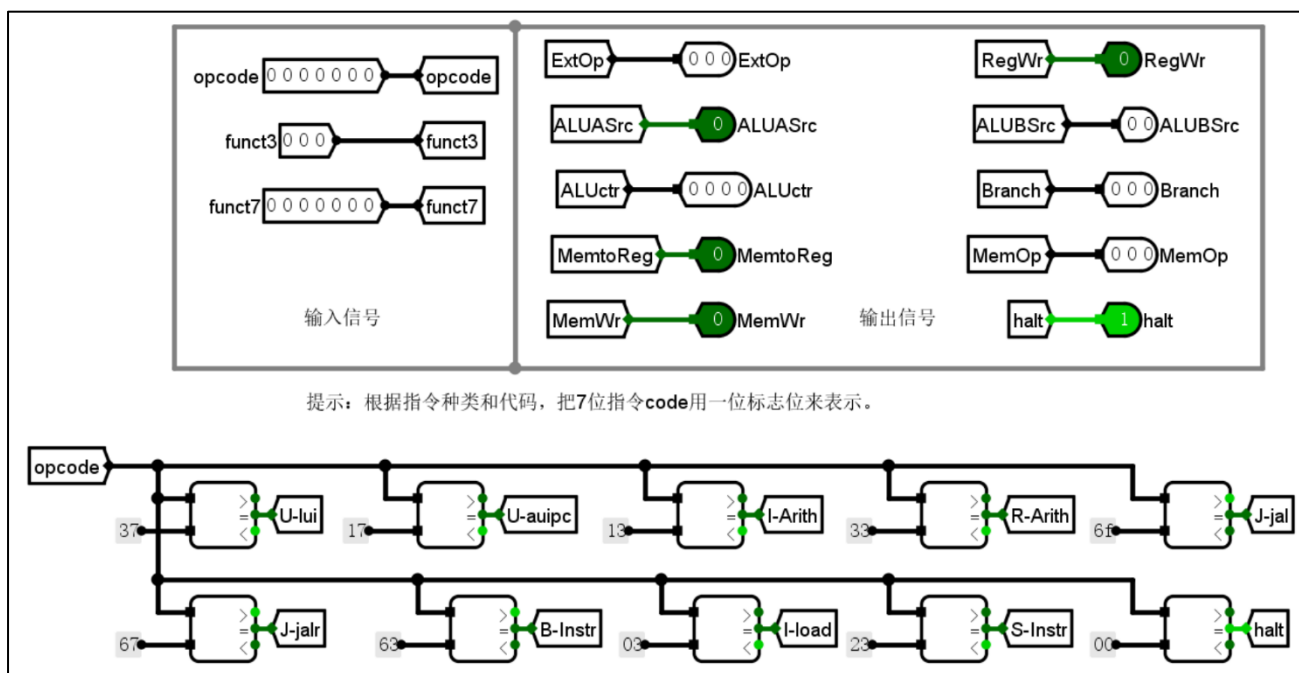

图 6.2 控制器电路引脚布局图
- 2) 设计子电路。根据图 6.2 所示的控制器电路引脚布局图，在工作区中添加所需的逻辑门、输入/输出引脚。根据逻辑表达式进行线路连接，添加标识符和电路功能描述信息，得到完整的控制器电路。为了方便程序的结束执行，定义了一个输出信号 `halt`，当指令操作码 `opcode=0000000` 时，赋值为 1，反相输出到 PC 寄存器的使能端，中止程序的执行。布局图还提示根据不同类型指令操作码进行比较输出 1 位标志位，实验时也可以通过与门来实现。